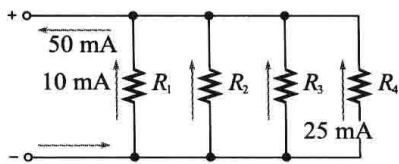

图 5-57 习题 17 图
17. 在图 5-57 中，如果 R_2 和 R_3 具有相同电阻值，试问流过 R_2 和 R_3 的电流为多大？说明测量电流的电流表连接方法。